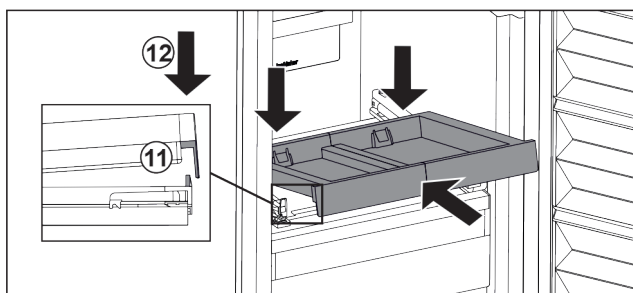

Fig. 88
- ▶ Skyv den skrått inn. Pass på at begge sider av anslaget er bak tappen. Fig. 88 (11)
- ▶ Sett ned uttreksplaten foran. Fig. 88 (12)